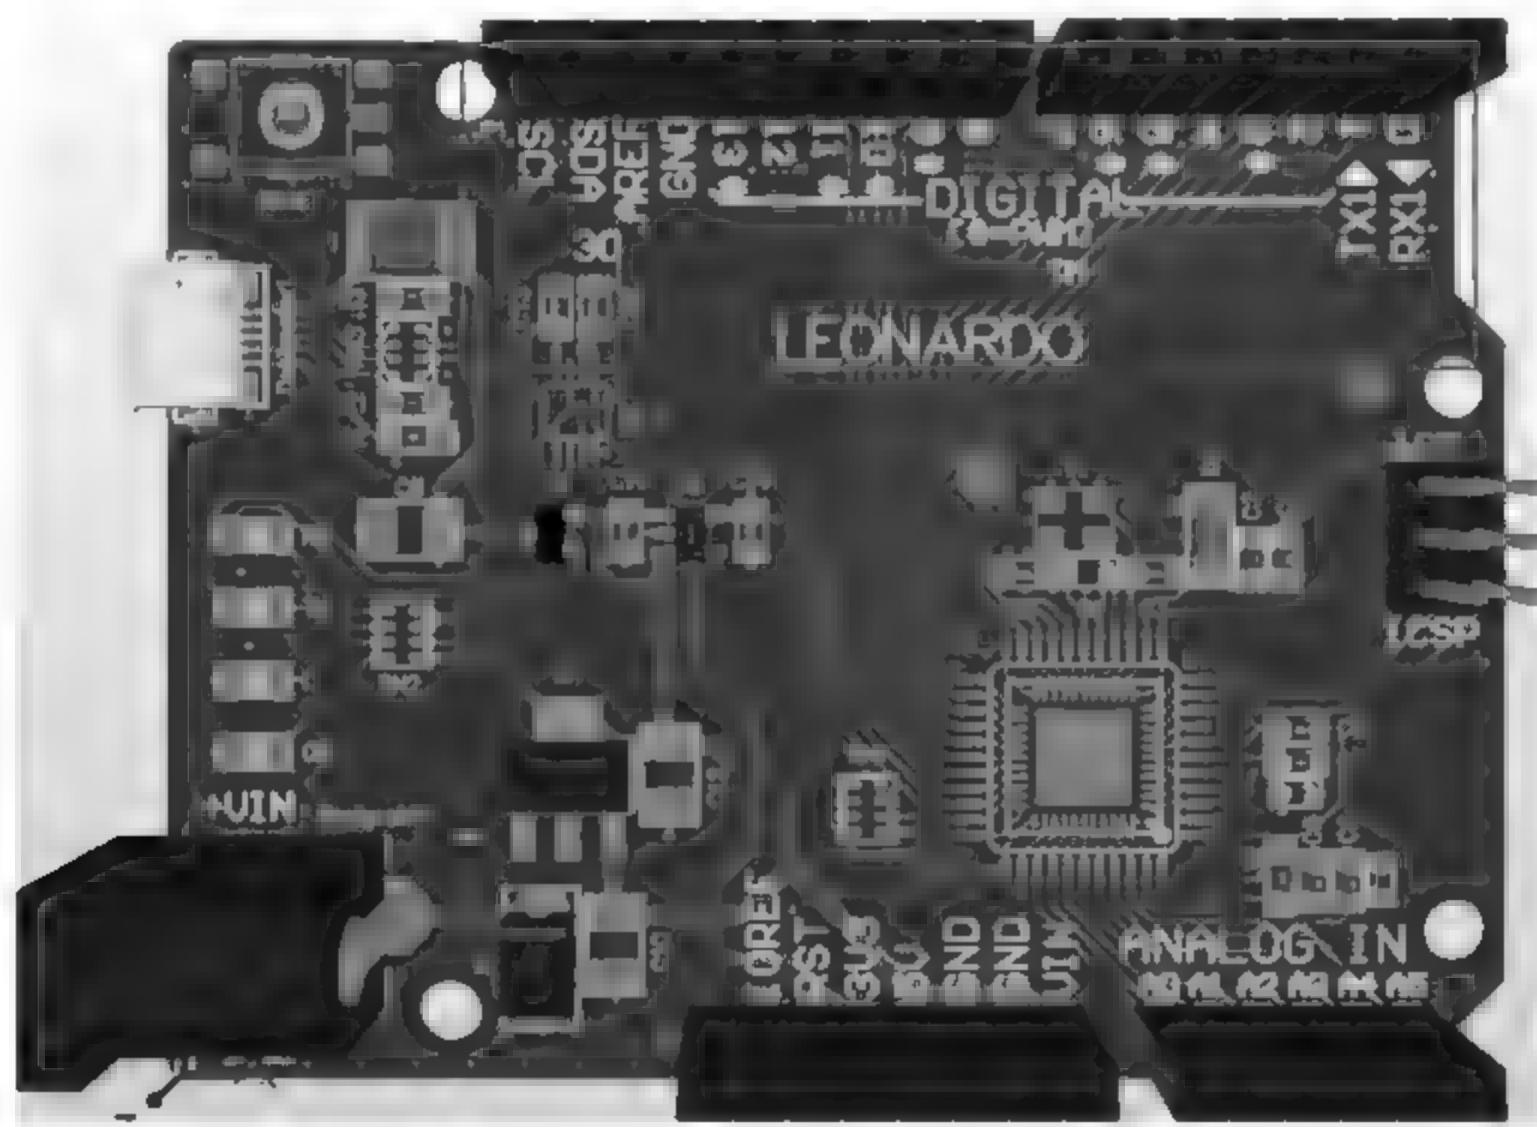

图 6-9 元件位号印制
(1) 位号显示清晰。位号的字宽和字高可使用常用的尺寸:4/20mil、5/25mil、6/30mil。具体的尺寸还需根据板子的空间和元件的密度灵活设置。
(2) 位号不能被遮挡。若用户需要把元件位号印制在 PCB 上(如图 6-9 所示),为了让位号清晰些,调整时最好不要放置到过孔或者元件范围内,尤其是元件。